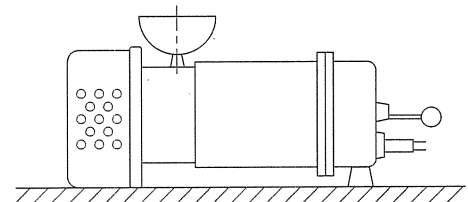

図6
- (1) ご使用の前に必ず絶縁抵抗の測定をしてください。絶縁抵抗値は1MΩ以上あれば運転に支障ありませんが1MΩ以上あっても、急に低下し始めているものは異常と考えられますので修理が必要です。
- (2) 運転中の電流値、電流計のふれを点検してください。ふれの大きい場合は異物をかみ込んでいる恐れがあります。付着した異物を取り除いてください。
- (3) 吐出し量が急激に減少している場合には、吸込口（ストレーナ部）に異物がつまっている恐れがあります。付着した異物を取り除いてください。
- (4) ポンプ性能が徐々に低下した場合は、ケーシングや羽根車の摩耗が考えられます。各部を点検し摩耗している部品は早期に交換してください。
- (5) 使用後に、メカニカルシールの潤滑油を点検・交換しますと、メカニカルシールの寿命が長くなります。この際、潤滑油に水が浸入し、白濁している場合は、メカニカルシールの不良ですので交換が必要です。潤滑油交換時には図6のように注油プラグを上にし、ポンプを水平に置いて表1に示す潤滑油を必ず規定量注油してください。この時ポンプをゆすったりして、規定量以上注油しますと、メカニカルシール室の内圧上昇により、シール寿命が著しく低下します。注油後はシールワッシャを介し注油栓を十分に締付けてください。
メカニカルシール室の潤滑油交換は6カ月毎に行ってください。この潤滑油に水が混入し白濁している場合は、メカニカルシールを交換してください。潤滑油の交換時には図6のように注油栓を真上にし、ポンプを水平に置いてタービン油（#32）を表1に示されている指定量注油し注油栓ガスケットを介し注油栓を十分に締付けてください。